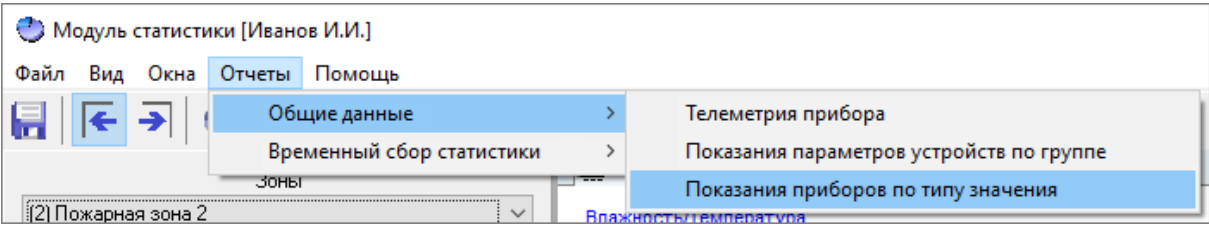

Рисунок 11-160 Переход к формированию отчета "Показания приборов по типу значения" на основании данных по схеме ВСС из меню отчетов "Общие данные"
- либо выберите соответствующий отчету пункт в меню отчетов «Временный сбор статистики» (см. п. 11.3.1.4) главного окна программного модуля «Статистика» (см. Рисунок 11-160);